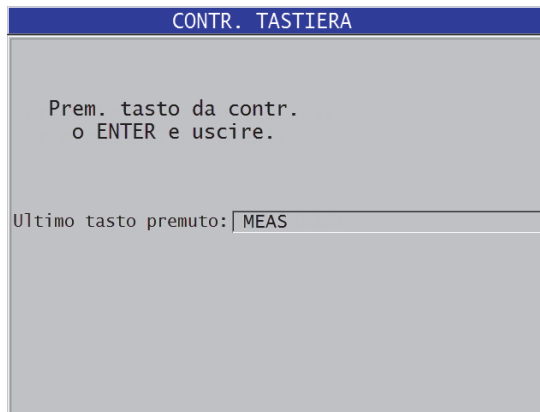

Figura 15-2 La schermata **CONTR. TASTIERA**
4. Quando **CONTR. TASTIERA** (controllo tastiera) è selezionato, nella schermata **CONTR. TASTIERA** (vedi Figura 15-2 a pagina 306):